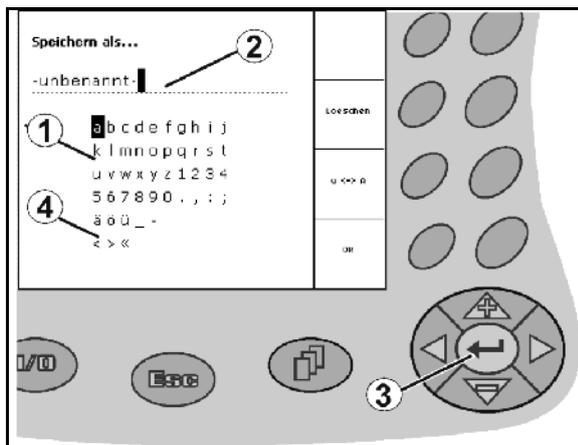

Fig. 15
Ist die Eingabe von Texten oder Ziffern am **GPS-Switch** nötig erscheint das Eingabemenü (Fig. 15).
Im unteren Teil des Displays erscheint ein Auswahlfeld mit Buchstaben, Ziffern und Pfeilen (Fig. 15/1) aus dem die Eingabezeile (Fig. 15/2) gebildet wird (Text oder Ziffer).
-  Übernehmen der Auswahl (Fig. 15/3).
Die Pfeile **<**, **>** im Auswahlfeld (Fig. 15/4) ermöglichen ein Bewegen in der Textzeile.
Der Pfeil **<<** im Auswahlfeld (Fig. 15/4) löscht die letzte Eingabe.